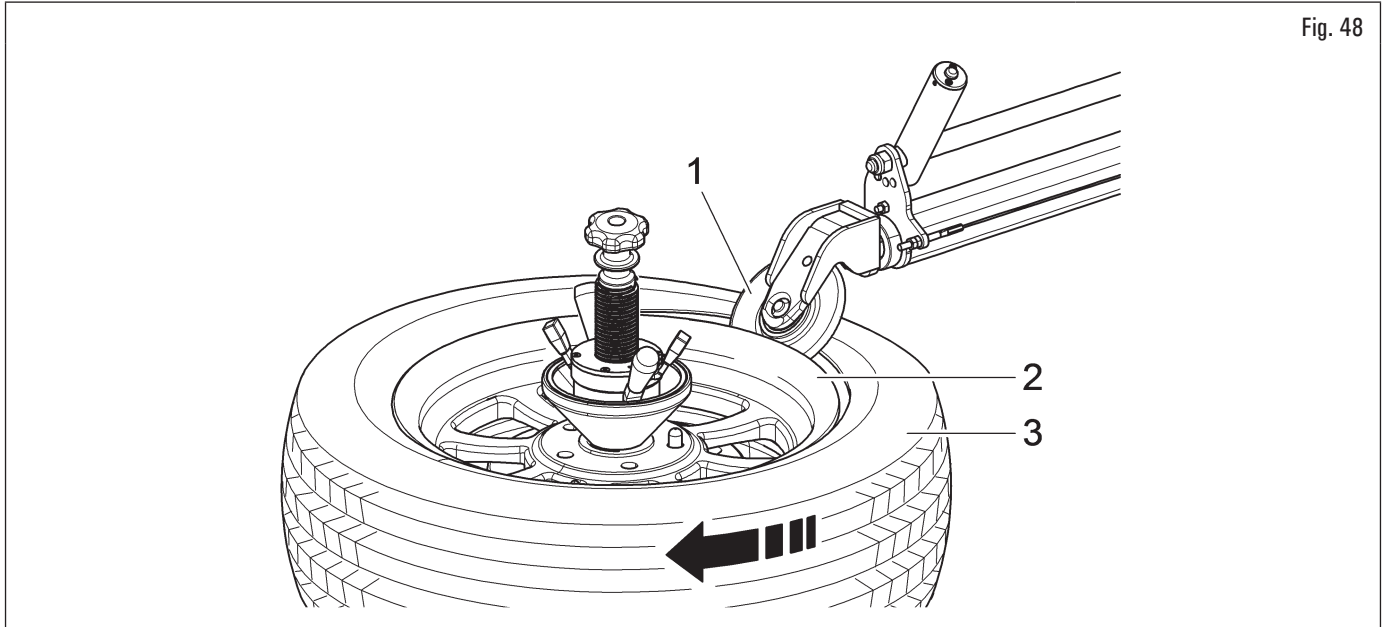

Fig. 48
6. cuando la válvula esté a las 3, presione hacia abajo el rodillo destalonador superior hasta que se haya creado suficiente espacio para activar la leva. Luego introducir el rodillo (Fig. 48 ref. 1) entre la llanta (Fig. 48 ref. 2) y el neumático (Fig. 48 ref. 3);